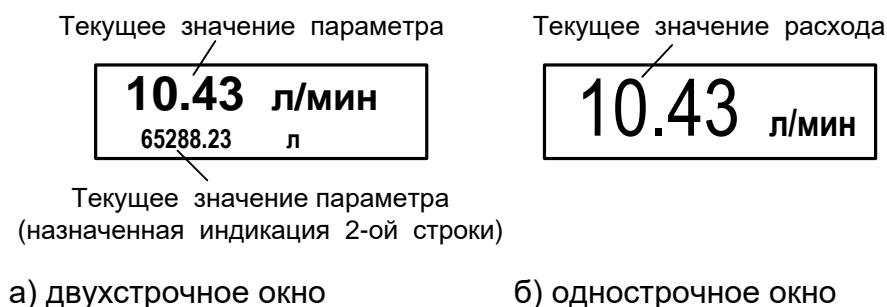

Рис.2. Вид окон укрупненной индикации измеряемого параметра.
1.1.3. Текущие значения измеряемых параметров отображаются в окне индикации меню **Измерения** (рис.Б.1). Кроме того, в расходомере предусмотрена возможность индикации значений измеряемых параметров шрифтом большего размера (рис.2).